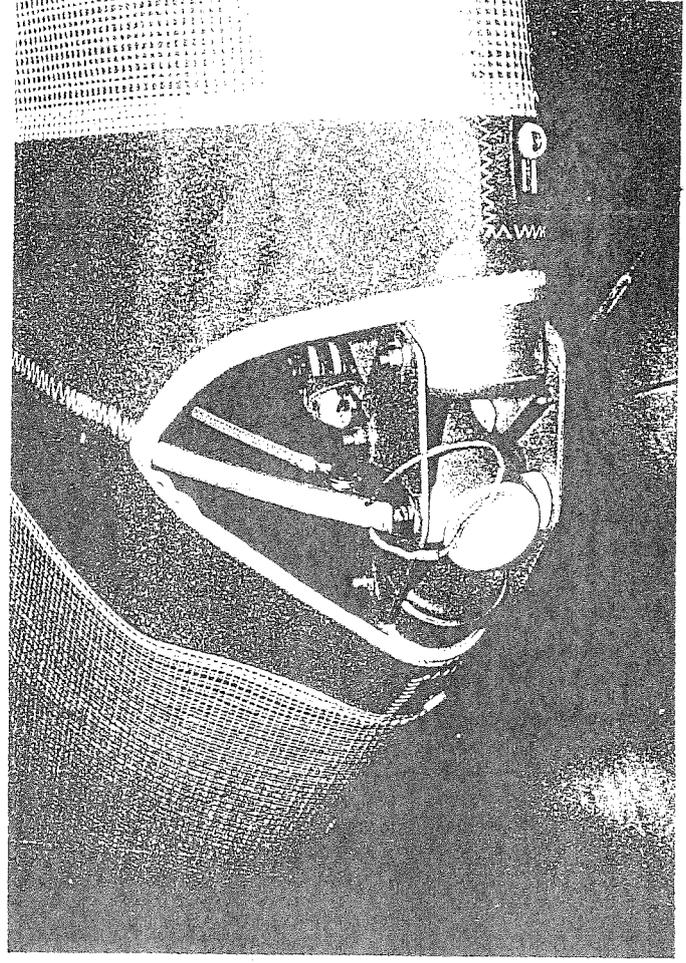

Abb. 7
- Nasenplatte justieren (Abb.7).